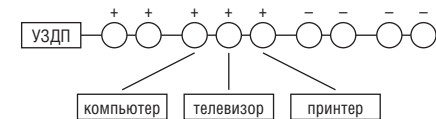

Рис. 7. Недостаток зоны обслуживания (пример).
8.4.4. Если срабатывание не происходит, значит, подключенная розетка не входит в зону функционирования. При недостаточном охвате защищаемой цепи зоной обслуживания могут быть приняты дополнительные меры к ее расширению. В типичном случае недостаточный сильный сигнал от искрения (и, соответственно, от СРЕДСТВА КОНТРОЛЯ) может исходить из розеток, следующих по цепи за розетками, к которым подключены потребители с импульсными источниками питания (компьютеры, телевизоры, цифровые приемники, импульсные трансформаторы для питания галогенных ламп и т.п.), ослабляющие сигнал (см. Рис.7).